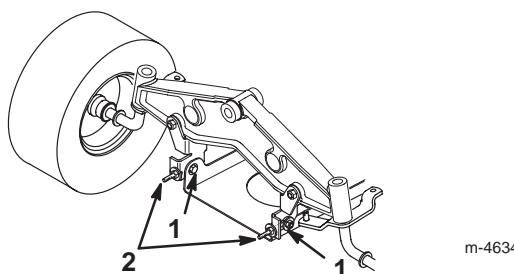

Bild 51
- 13.** Lockern Sie die Befestigungsschrauben der vorderen Schwenkplatte (Bild 51).
- 14.** Drehen Sie die Sicherungsmuttern an den Augbolzen, um die Einstellung zu ändern (Bild 51).
- 15.** Prüfen Sie, wenn Sie beide Sicherungsmuttern der Augbolzen gleichmäßig eingestellt haben, die Schnittmesserneigung erneut in Längsrichtung. Fahren Sie mit der Einstellung der Augbolzen fort, bis die vordere Schnittmesserspitze um 0 bis 9 mm tiefer liegt als die hintere Spitze (Bild 51).
- 16.** Ziehen Sie, wenn die Schnittmesserneigung in Längsrichtung korrekt ist, die Befestigungsschrauben der Schwenkplatte fest (Bild 51).